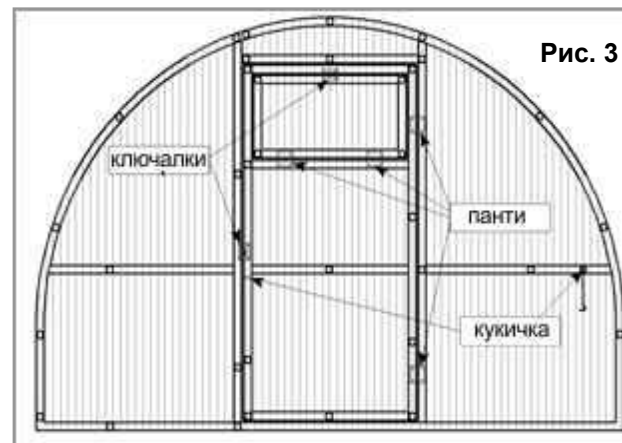

Рис. 3
5.1.4. Монтирайте пантите на вратата и прозореца с помощта на самонарезните винтове. Всички панти трябва да се намират отгоре на поликарбоната. Завийте с винтовете и бравите както е показано на рис.3.